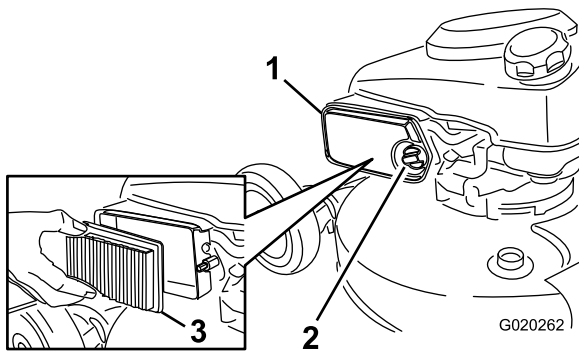

Bild 36
1. Schrauben Sie das Handrad ab und öffnen die Abdeckung (Bild 36).